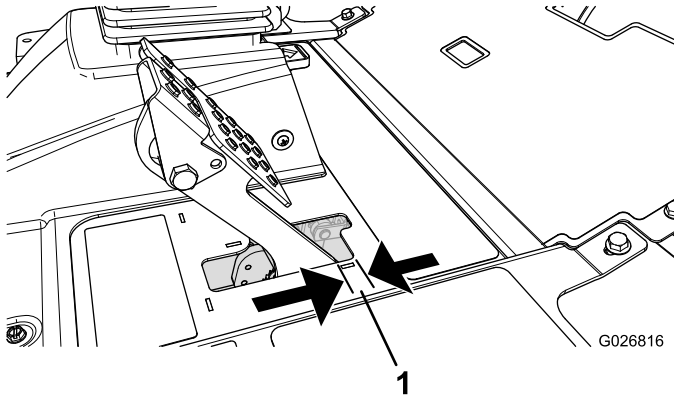

Figure 66
Réglez les freins si la garde à la pédale de frein est supérieure à 2,5 cm (Figure 66) ou si la force de maintien offerte est insuffisante. La garde est la distance parcourue par la pédale de frein avant que le freinage soit ressenti.
2. Serrez l'écrou arrière afin de pouvoir déplacer le câble en arrière jusqu'à obtention d'une garde de 6 à 13 mm (Figure 66), avant le blocage des roues.